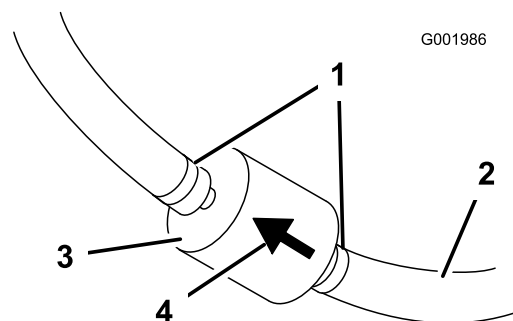

Figura 46
5. Aperte as pontas dos grampos da tubagem e afaste-as do filtro (Figura 46).